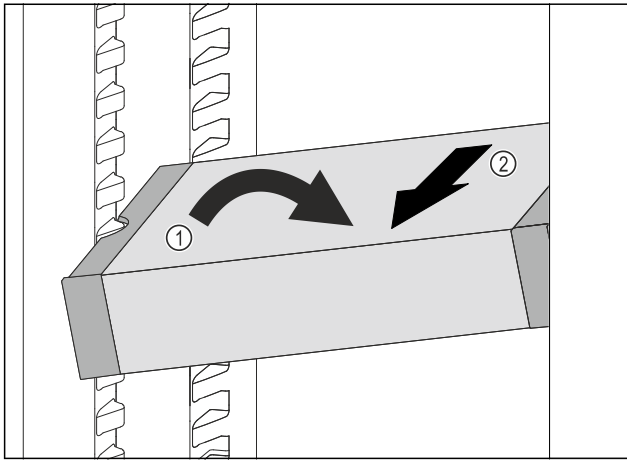

Fig. 47
- ▶ VarioSafe in het koelgedeelte schuin zetten. Fig. 47 (1)
- ▶ VarioSafe naar voren toe verwijderen. Fig. 47 (2)